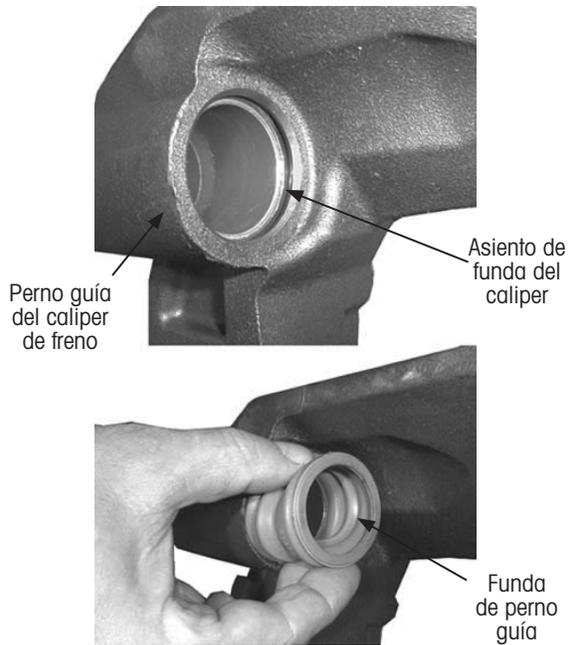

Figura 58: Funda de protección de perno guía
4. **Limpie** lasientos de la funda de protección del perno guía del caliper de freno (Figura 58).
5. **Empuje manualmente** las dos nuevas fundas de protección del perno guía en los asientos de fundas del caliper de freno (Figura 58).